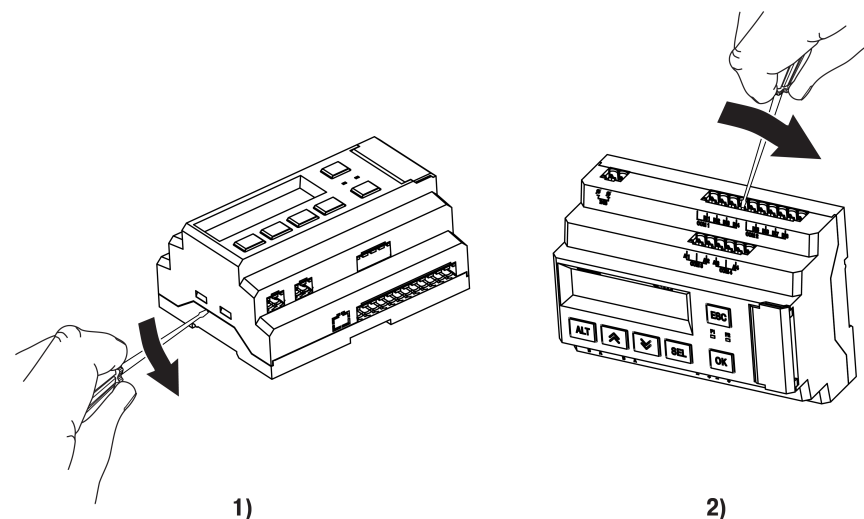

Рисунок 7.15 – Снятие верхней крышки
2. Снять верхнюю крышку. Отверткой вывести из зацепления защелки основания из отверстий в торцевых поверхностях крышки (см. рисунок 7.15, 1). Приподнять крышку над основанием.
3. Отверткой отогнуть крышку от разъемов на среднем уровне с двух сторон (см. рисунок 7.15, 2). Усилие следует прикладывать у нижних разъемов.